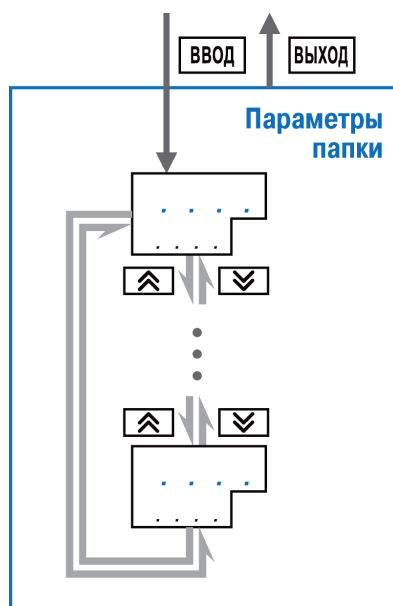

Рисунок 12.4 – Перемещение между параметрами
- Перемещение между параметрами (см. рисунок 12.4) осуществляется кнопками  и  ( ) (циклически в любую сторону).